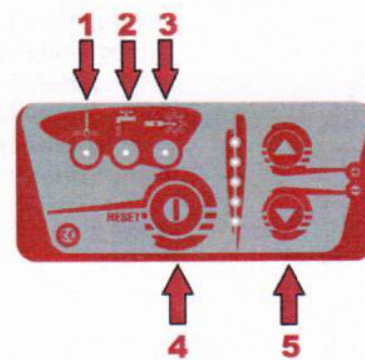

Рис. 4
2. Нажмите и удерживайте клавишу 4 (Рис. 4) в течение 10 сек., при этом все светодиоды не будут гореть.
При помощи панели управления (Рис. 4), вы можете регулировать мощность, нажимая стрелки ВВЕРХ и ВНИЗ.